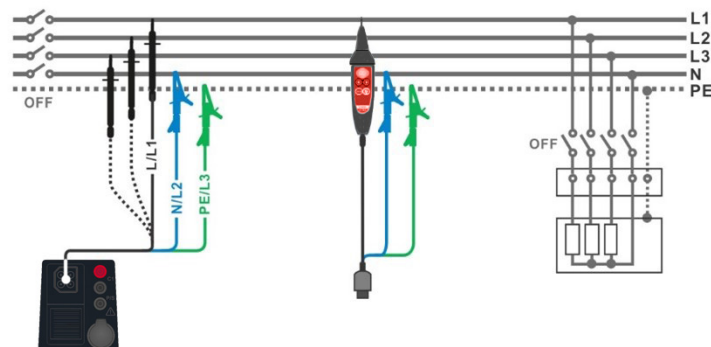

Abbildung 7.11: Anschluss der 3-Leiter-Prüfleitung und der optionalen Commander-Prüfspitze (044155)
- Schließen Sie die Prüfleitungen am Prüfobjekt an (siehe **Abbildung 7.11**).